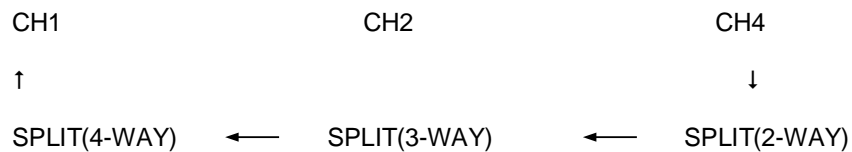

Figura 3: Sequência de fonte selecionada ("Pula" CH3)
- Os modos de fonte de entrada não escolhidos através da função de controle de menu serão pulados. (A Figura 3 mostra a sequência onde CAM/INPUT 3 é pulada.)